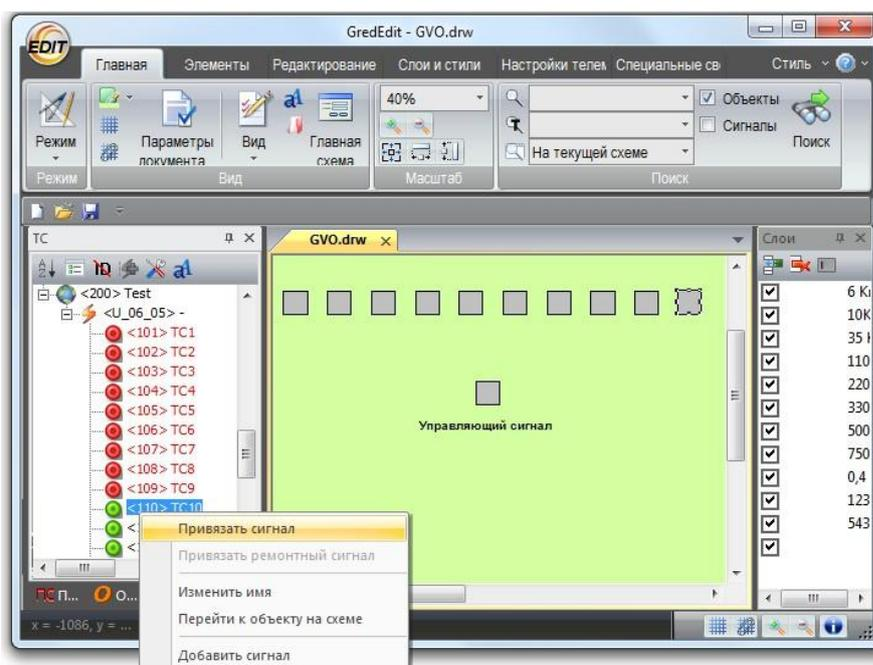

Рисунок 425 – Привязка сигналов к ТС
– привязать сигналы к ТС, которые предназначены для переключений (ТС, объединенные в КП). Для этого необходимо выделить ТС в документе. Перейти в окно «ТС». Выделить в дереве сигнал для привязки. Вызвать контекстное меню кликом правой кнопки мыши по сигналу и выбрать пункт «Привязать сигнал» (рисунок 425);